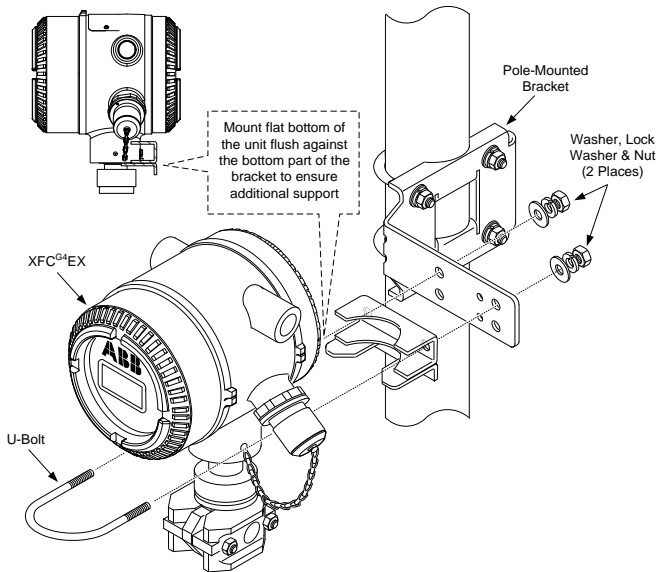

Fig. 3: Configuração de instalação do tipo A
1. Posicione e alinhe o grampo traseiro fornecido ao suporte de montagem em poste (Fig. 3).